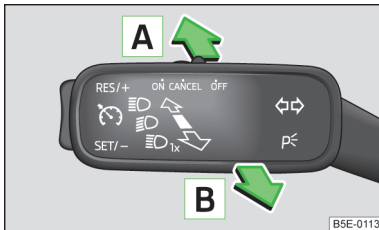

Abb. 31
- Den Hebel in Stellung **A** (gefederter Stellung) » **Abb. 31** stellen.
- Wenn das Fernlicht gerade automatisch eingeschaltet ist, den Hebel in Stellung **B** (gefederter Stellung) » **Abb. 31** stellen.